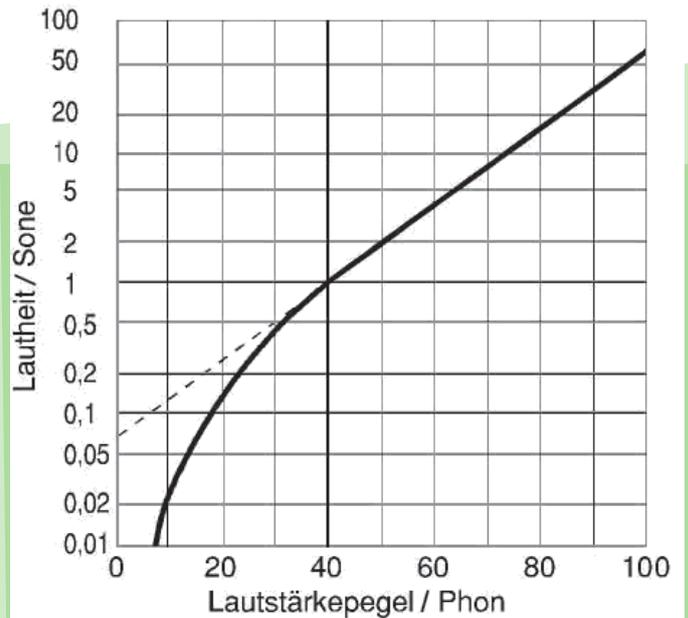

Abbildung 4: Der Zusammenhang zwischen sone und phon. Quelle: sengpielaudio.com
zu komplexen Signalen oder gar zu Messergebnissen nach dB(A) kann jedoch nicht wissenschaftlich hergestellt, sondern nur grob abgeschätzt werden. Nun hat die Skala in phon allerdings auch wieder einen Haken. Sie trifft keine lineare Aussage über die Zu- oder Abnahme der Lautstärkeempfindung. Das heißt, dass es keine Linearität über die Verdopplung oder Halbierung der Lautstärke gibt. Um diesem Problem aus dem Weg zu gehen, entstand die Einheit sone, bei der eine Wertverdoppelung einer Verdoppelung der empfundenen Lautstärke entspricht. Diese Betrachtung ist zwar unter Fachleuten nicht unumstritten, muss aber als wissenschaftlicher Konsens betrachtet werden. Als Bezugspunkt wurde der Wert 40 phon gewählt, dem 1 sone entspricht. Den Zusammenhang zwischen phon und sone zeigt Abbildung 4. Es gibt also eine vom technischen Pegel messbar abweichende, empfundene Lautstärke, die vom zeitlichen und spektralen Verlauf des Signals abhängt. Wie bereits erwähnt, lässt sie sich für komplexe, also reale Signale nicht in einen Pegelwert in dB umrechnen. Aber was nun?